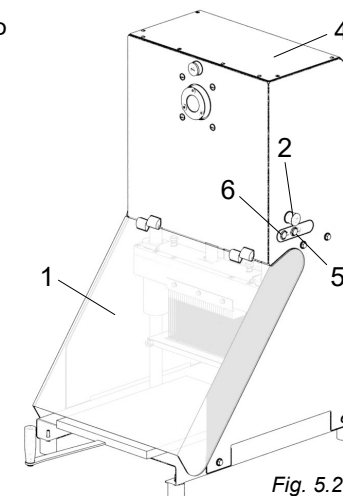

Fig. 5.2.1
- 1 - Con la macchina in funzione aprire lo sportello anteriore "1" fig. 5.2.1. La macchina deve fermarsi istantaneamente
- 2 - Con la macchina in funzione premere il pulsante fungo di emergenza "2" fig 5.2.1. La macchina deve fermarsi istantaneamente.
- 3 - Verificare che la carenatura inox "4" fig 5.2.1 sia integra e fissata in modo rigido.
Con macchina allacciata alla rete e utensile in movimento, premere il pulsante di arresto OFF (rif. 5 fig 5.2.1)
Per avviare la macchina, basta premere il pulsante di marcia ON (rif. 6 fig 5.2.1). Avviare la macchina solo dopo aver collegato correttamente la spina alla rete di alimentazione elettrica.
Per arrestare la macchina, basta premere il pulsante di arresto, OFF (rif. 5 fig 5.2.1). Il pacco lame torna nella posizione iniziale e la macchina si ferma